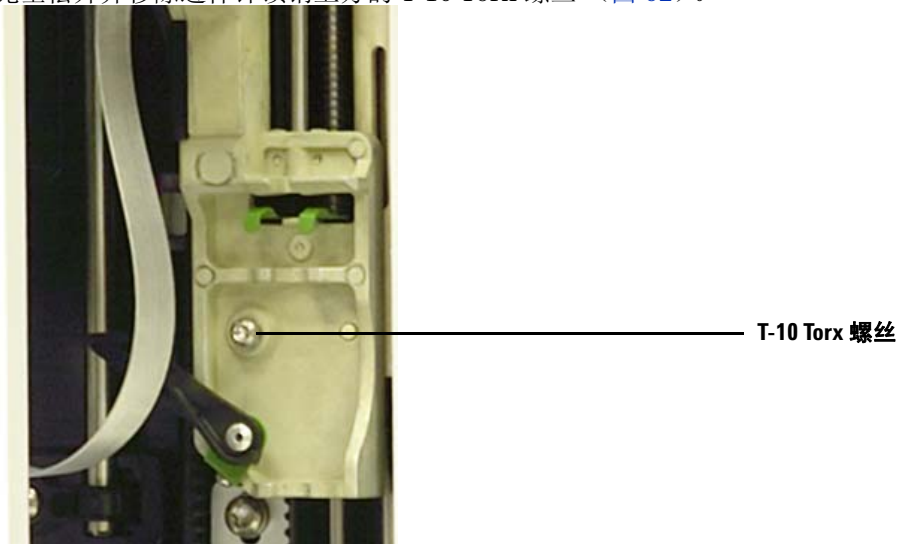

图 62 卸下 T-10 Torx 螺丝
- 6 完全松开并移除进样针锁销上方的 T-10 Torx 螺丝（图 62）。